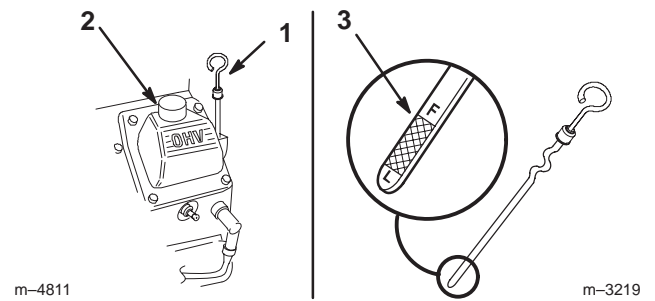

Figure 31
2. Nettoyez la surface autour de la jauge d'huile (Fig. 31) pour éviter que des impuretés ne s'introduisent dans le goulot de remplissage, ce qui risquerait d'endommager le moteur.
3. Sortez la jauge d'huile et essuyez soigneusement l'extrémité métallique (Fig. 31).
4. Enfoncez la jauge complètement dans le goulot de remplissage. Sortez de nouveau la jauge et examinez l'extrémité métallique (Fig. 31). Si le niveau est bas, versez lentement une quantité d'huile suffisante dans le goulot de remplissage pour amener le niveau au repère du plein (Full).
5. Versez lentement environ 80% de la quantité d'huile spécifiée dans le goulot de remplissage (Fig. 31) (voir Changement de l'huile moteur et du filtre, page 31).